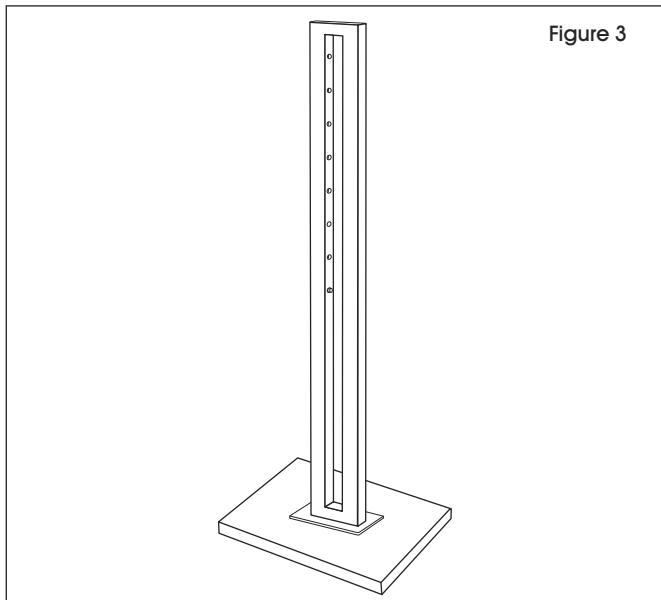

Figure 3
3. Placez les pièces assemblées en position verticale avec la plaque de la base contre le sol. (Voir Figure 3)